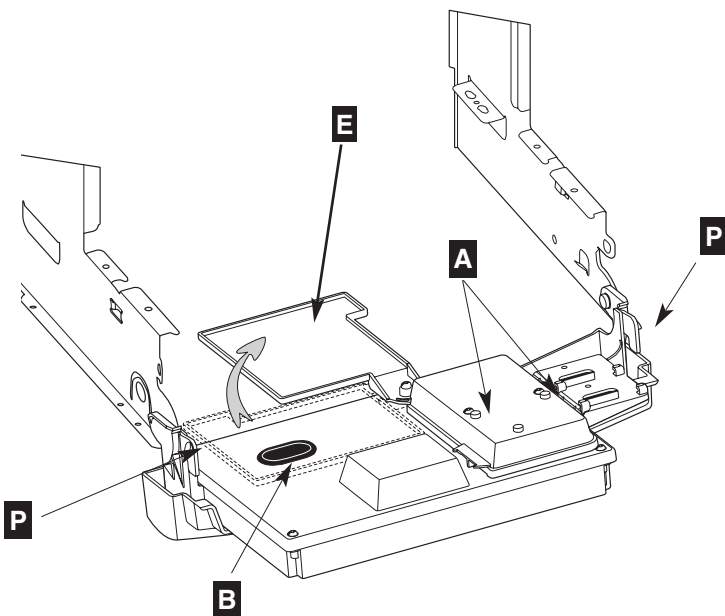

Fig. 12
- dévisser les deux vis **A** (fig.12) de fixation du capot de protection, ôter le capot.
Pour ces réglages, intervenir à l'arrière du boîtier électronique (en l'ayant fait pivoter pour l'abaisser). Faire basculer le porte notice **E** vers le bas (fig. 12), les réglages se trouvent derrière l'obturateur en caoutchouc **B**.